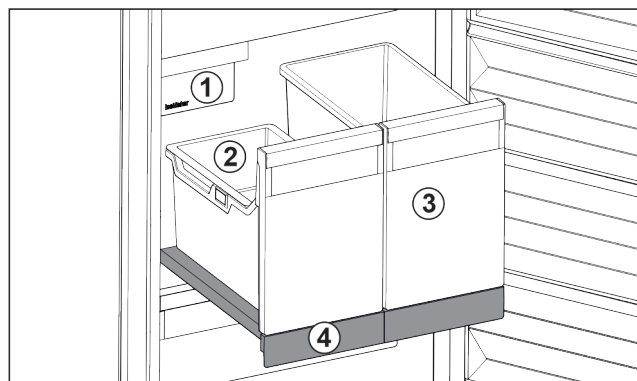

Fig. 190 Raft extractibil cu IceTower
(2) Tavă suspendată pentru cuburi de gheață
(4) Raft extractibil
Pe raftul extractibil se află două recipiente înalte (IceTower). În recipientul din Fig. 190 (2) sunt colectate și depozitate cuburile de gheață din IceMaker. Recipientul din Fig. 190 (3) se pretează pentru depozitarea de alimente înalte cum este pizza sau băuturile alcoolice.